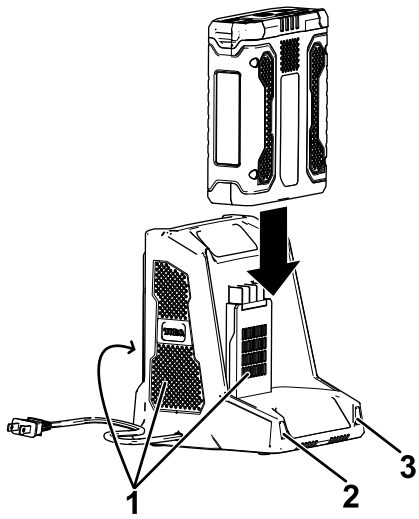

Figura 4
4. Introduzca la batería en el cargador hasta que esté completamente asentada (Figura 4).